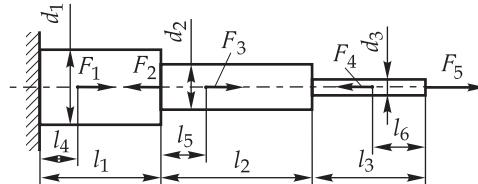

Рис. 2.4
**2.15.** Побудувати епюри поздовжніх сил і нормальніх напружень, а також визначити абсолютне видовження сталевого стрижня (рис. 2.4) з такими даними:  $l_1 = l_2 = 1$  м;  $l_3 = 1,5$  м;  $l_4 = l_5 = 0,3$  м;  $l_6 = 0,8$  м;  $F_1 = F_4 =$